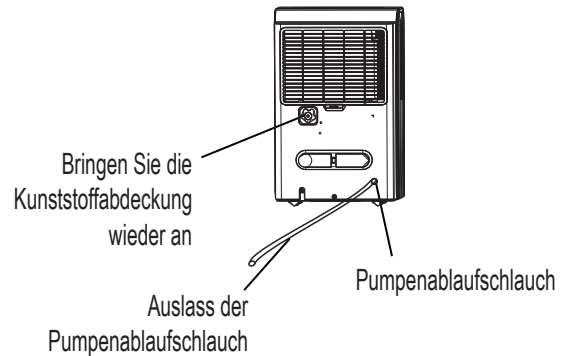

Abb. 11
- Entfernen Sie den kontinuierlichen Ablaufschlauch von der Einheit und bringen Sie die Kunststoffabdeckung durch Drehen im Uhrzeigersinn am kontinuierlichen Ablaufschlauchauslass der Einheit an. (Siehe Abb. 11)
- Setzen Sie den Pumpenablaufschlauch mindestens 15 mm tief in den Auslass des Pumpenablaufschlauchs ein (siehe Abb. 11), und führen Sie den Wasserschlauch dann zum Bodenablauf oder einer geeigneten Entwässerungsvorrichtung.